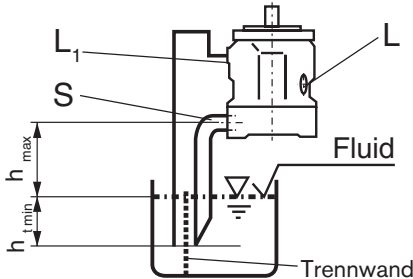

Bild 2
b) Wenn minimaler Flüssigkeitsspiegel unterhalb der Pumpenanflanschfläche: Anschluss "L1" und "S" gemäß Bild 2 verrohren. Bedingungen entsprechend Punkt 1.2.1 "L" verschlossen.
Vor Einbau Pumpengehäuse in horizontaler Lage füllen. Übertankaufbau gemäß Bild 2.